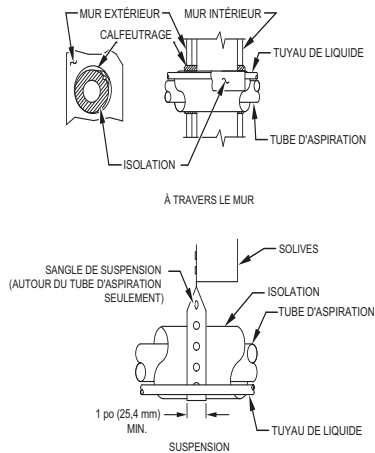

Fig. 1 – Installation des conduites
5. Lorsque vous acheminez les conduites de frigorigène à travers le mur, scellez l'ouverture au moyen d'un composé de caoutchouc de silicone résistant aux variations de température ou de tout composé de calfeutrage souple à base de silicone (voir figure 1).
7. Ne suspendez pas les tuyaux de frigorigène provenant des solives et des goujons au moyen de fils rigides ou de sangles en contact direct avec les tuyaux. (Consultez la figure 1.)
9. Au besoin, utilisez les sangles de suspension de 1 po (25,4 mm) de largeur qui correspondent à la forme de l'isolation des conduites (voir figure 1).